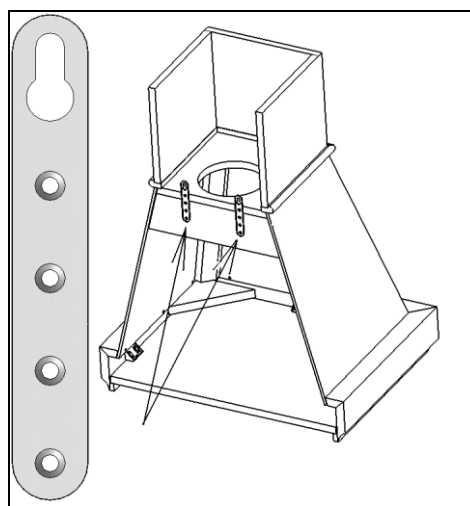

Рис. 18
1. Прикрепить при помощи шурупов 4x16 к задней планке короба два нерегулируемых подвеса мм (Рис. 18).